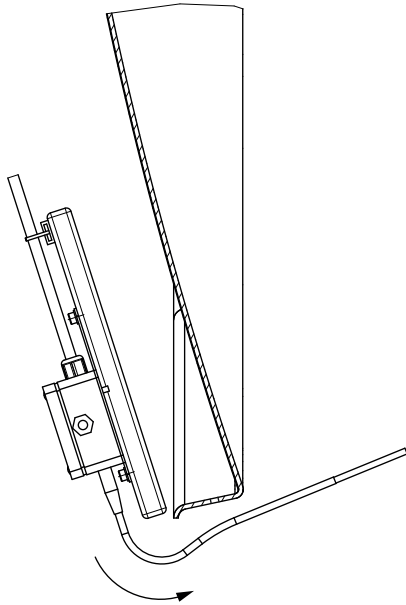
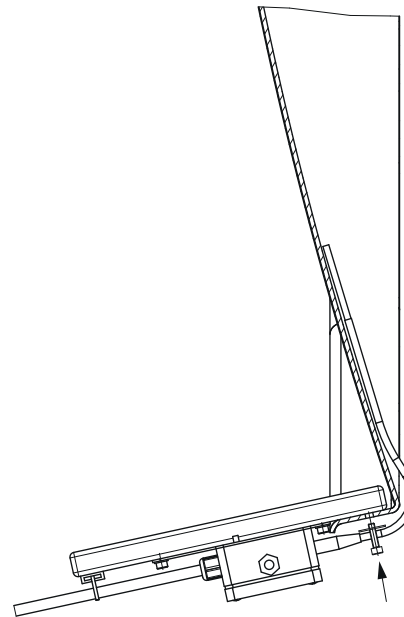

Abb. 1
Abb. 2
1. Die Sensoreinheit über den Reflektorrand schwenken (Abb. 1), Schraube und Scheibe (1) durch das vorgebohrte Loch führen und im Aluprofil eindrehen (Abb. 2), aber noch nicht festziehen